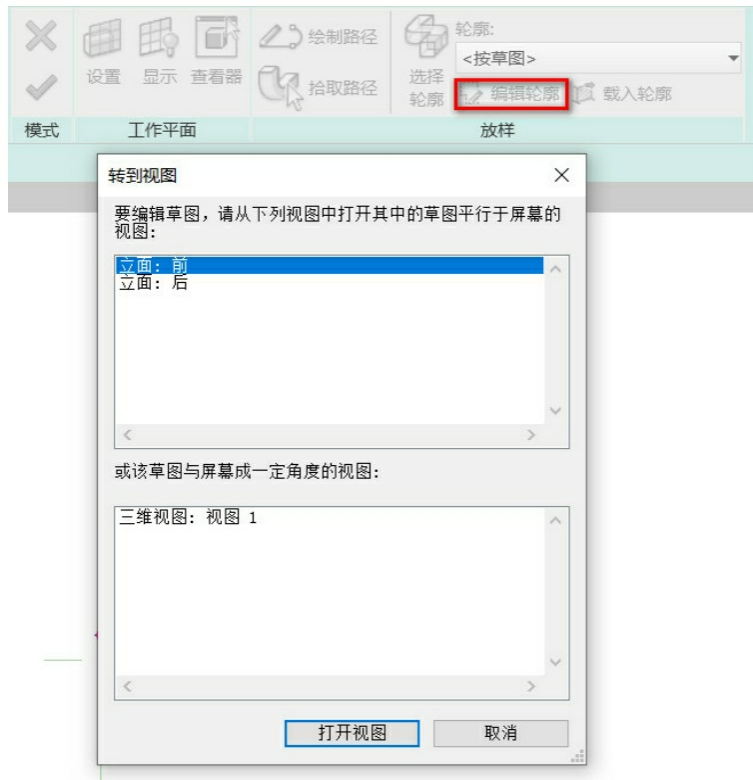

图7-66
(3) 单击选项卡中的“编辑轮廓”按钮，这时会出现“转到视图”对话框，如图7-66所示，选择“立面：右”，单击“打开视图”按钮，在右立面视图上绘制轮廓线，任意绘制一个封闭的六边形。